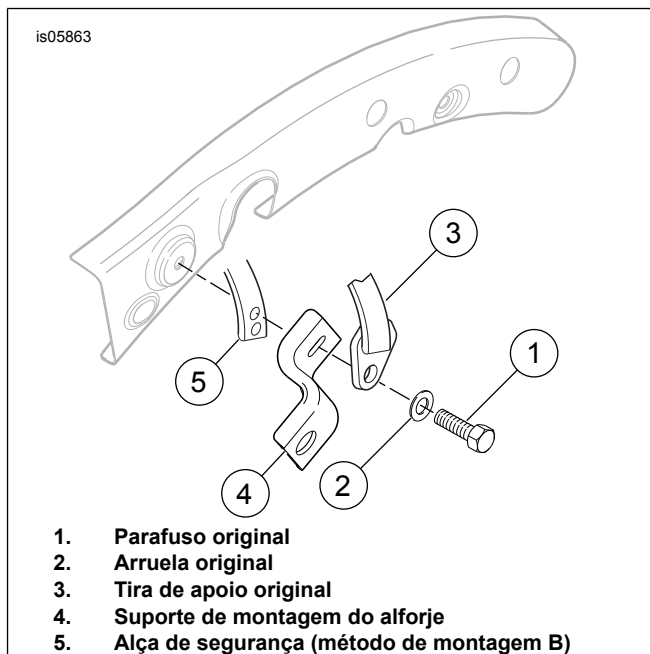
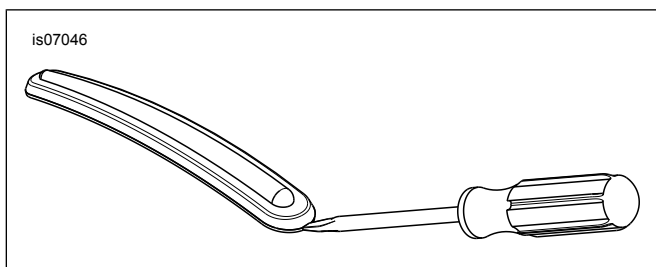

Figura 4. 2013 e anteriores: Remova a tira de apoio e instale o kit 53051-09
Figura 5. Remoção da faixa de acabamento do para-lama
2. Veja a figura 4. Remova o parafuso (1) e a arruela (2) do lado esquerdo para remover o suporte (4) e a alça de segurança do passageiro (3).
3. Remova o parafuso com a arruela de pressão (D) da parte de trás do assento instalado atualmente.
4. **TODOS os kits, exceto o 53051-09:** Remova duas porcas flangeadas (E) dos prisioneiros (F) perto da parte da frente do para-lama traseiro.
- b. Veja a figura 5. Insira a ponta da chave de fenda entre a moldura cromada e a tira de acabamento de borracha.
4. Veja a figura 4. Instale a alça de segurança (5) atrás do suporte de montagem do alforje (4).